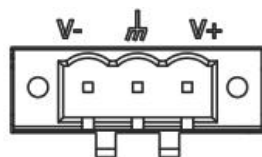

图 1.5 电源输入接口
- 主机需要 24V 直流电源供电，建议采用 24V/5A 的直流电源接口，如图 1.5 所示，信号如表 1.2 所示：